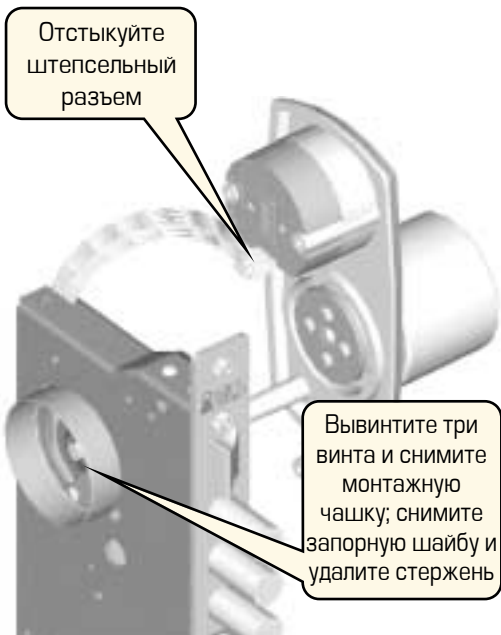

Рисунок 13 – Снятие наружной ручки с накладкой и монтажной чашки
11. Вывинтите три крепежных винта крепления чашки и снимите чашку (рис. 13).
12. При помощи отвертки или пинцета снимите запорную шайбу со стержня (рис. 13).